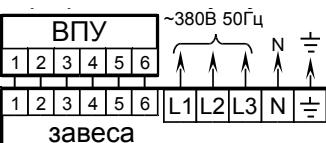

Рис. 3. Схемы подключения завес к электросети и пульту управления
4. Подключить сетевой кабель и кабель управления согласно маркировке на клеммных колодках (см. схему подключения завесы к электросети и пульту на рис. 3.)